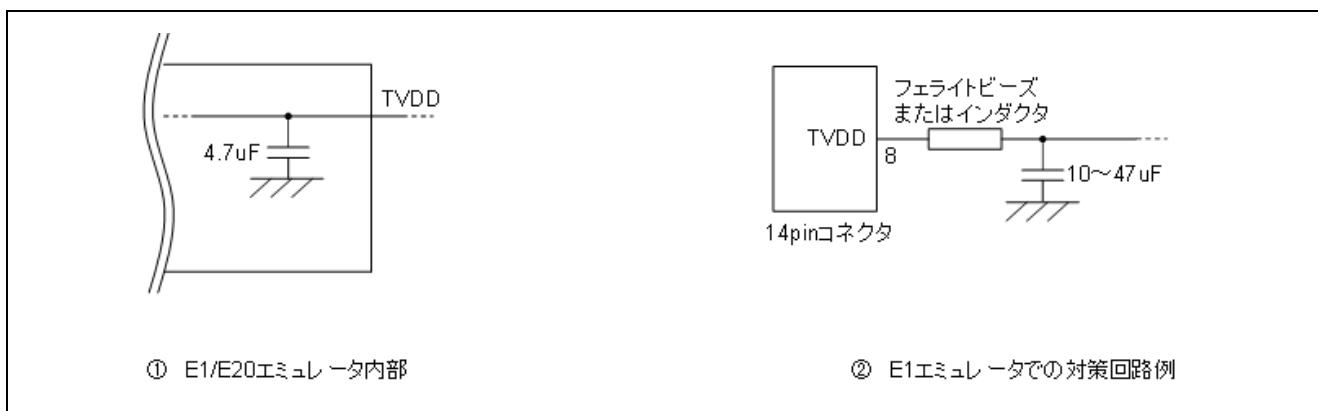

図 2-8 ホットプラグイン向け対策回路
ホットプラグイン接続を行う可能性がある場合には、下記のような回路構成にしておく必要があります。図 2-8 ①のように E1 エミュレータの 8 番ピンには、エミュレータ内部で  $4.7\mu F$  のコンデンサが付いているため、ホットプラグイン接続を行う場合はユーザシステム上の電源電圧が一瞬低下する場合があります。この電圧降下により MCU リセットが発生する可能性があります。図 2-8 ②に示すように、エミュレータ接続コネクタの TVDD ラインの直近にフェライトビーズ(またはインダクタ)と低 ESR で大きめなコンデンサを付けることで症状を軽減することができますが、本対策は、電圧降下を完全に改善するものではありません。なお、ホットプラグイン接続はデバッグ時のみ有効な機能であり、本機能を使用する場合は、別売のホットプラグインアダプタが必要です。